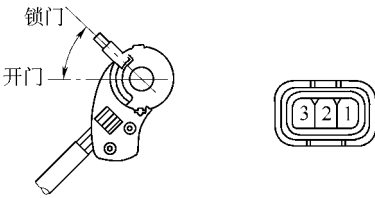

图 18-162 检查车门锁控制开关和接插件
(1) 检查开关。车门锁控制开关和接插件如图 18-162 所示。其导通情况见表 18-40。